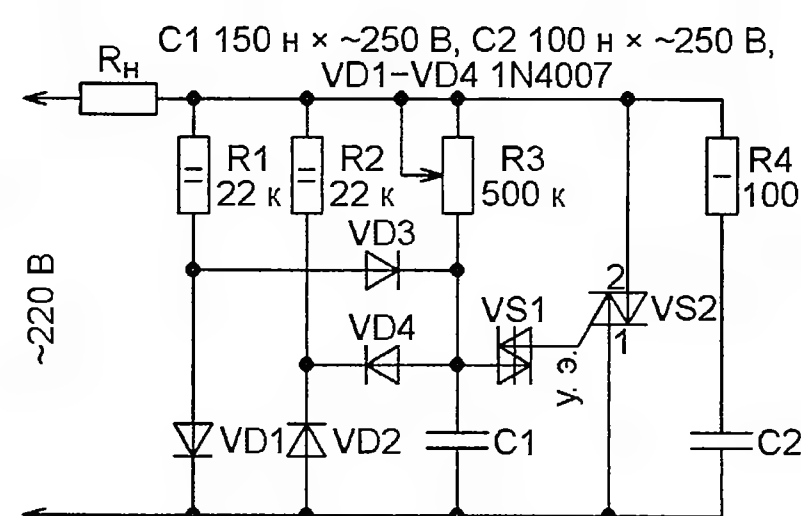

Рис. 4
**Усовершенствование симисторного регулятора мощности (рис. 4, <http://prosje.be/Projects/DimmerInuctieveLast.png>).** Симисторные регуляторы мощности, выполненные по обычной схеме с симметричным динис-